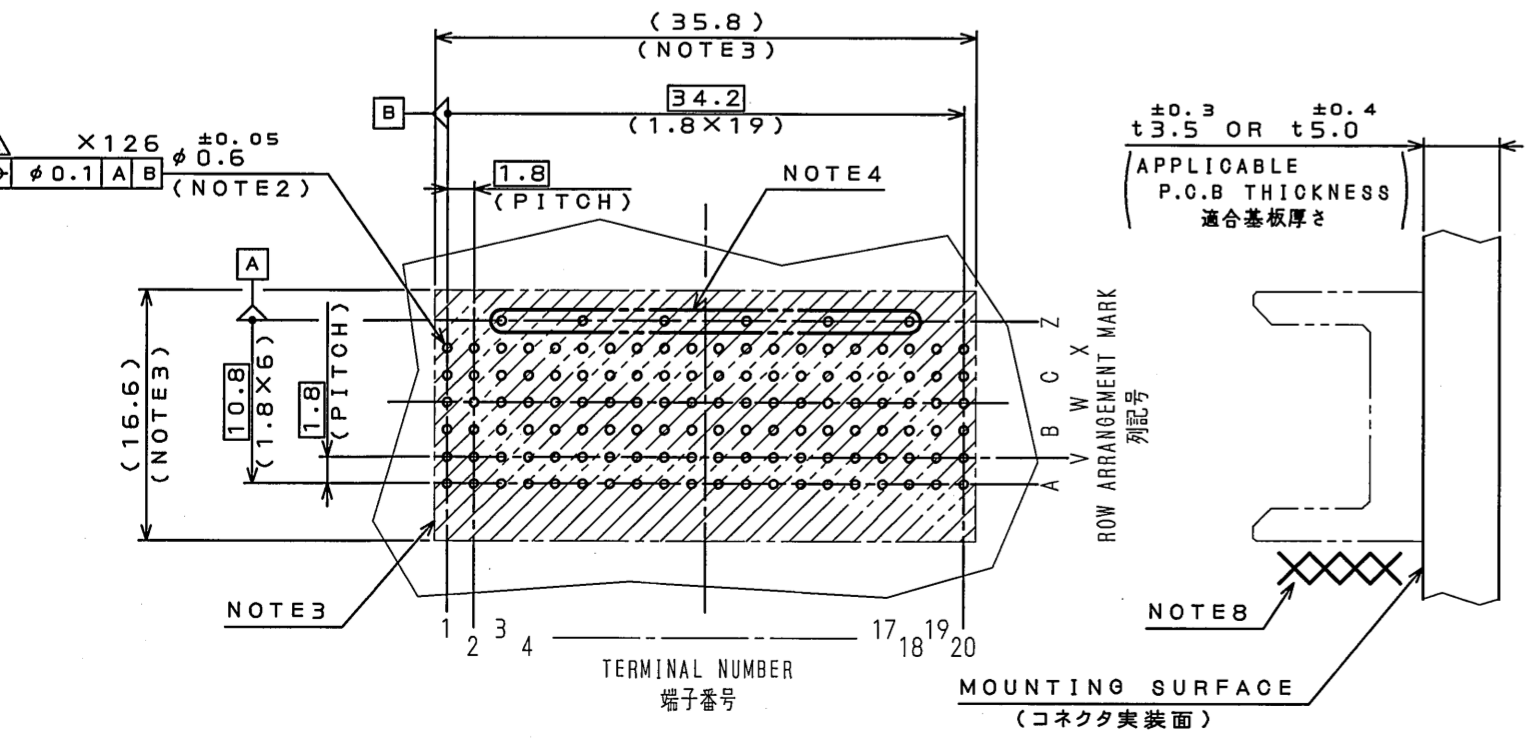

FIG.3 APPLICABLE P.C.B. DIMENSION (REF.)
3. [Hatched Area]: CONNECTOR MOUNTING AREA (FIG.3 REF.).
4. [Circle with X]: THE 6 THROUGH-HOLES IN Z-ROW IS SHORT-CIRCUITED (FIG.3 REF.).
3. [Hatched Area]はコネクタ実装領域を示す(FIG.3 参照)。
4. [Circle with X]内のZ列のスルーホールは、コネクタ構造上同一端子である(FIG.3 参照)。